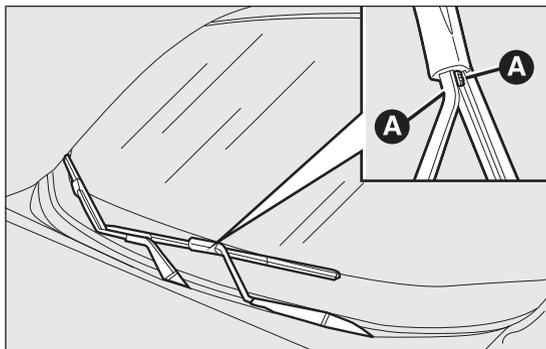

fig. 174
- presionar la lengüeta A fig. 174 y extraer la escobilla del brazo;